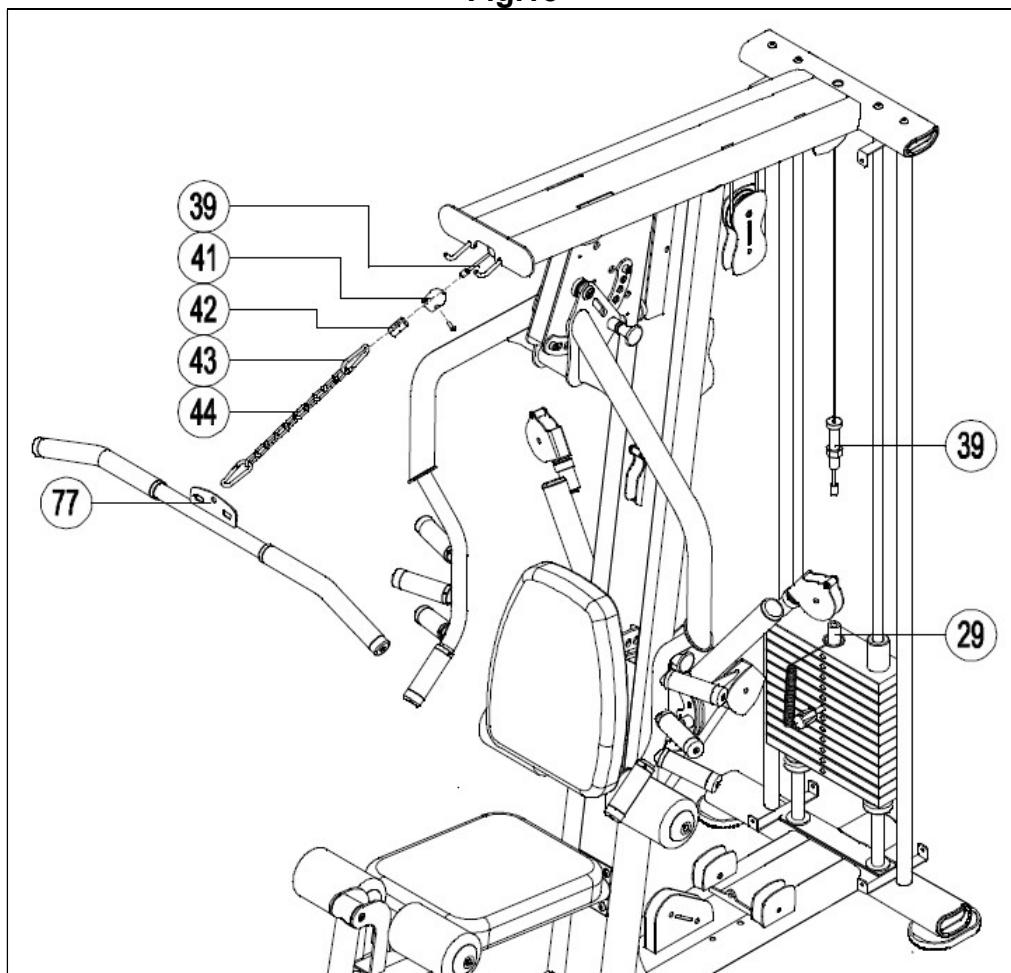

Fig.16
16.- Atornille el tubo delantero (159) y trasero (158) a la estructura (132) usando los tornillos (162), las las arandelas (11) y las tuercas (10), Fig.16.
Atornille el soporte (157) al tubo trasero (158) usando los tornillos (164), las arandelas (11) y las tuercas (10), Fig.16.